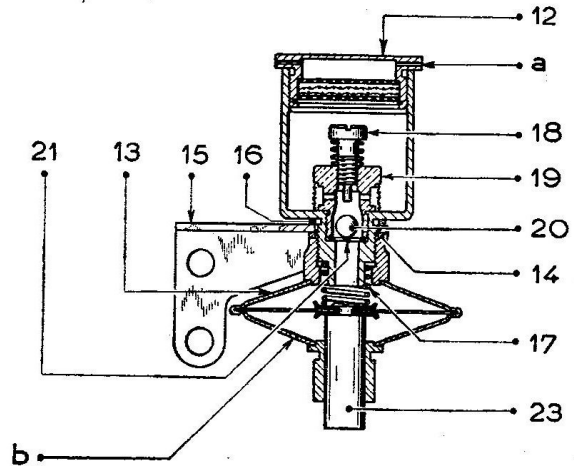

Fig. 10. Tomgangsbremsen 26 BCI.
Giv motoren gas og lad igen gasspjældet falde tilbage til tomgang. Mål den tid det varer, fra tomgangshastighedsskruen kommer i berøring med tomgangsbremsens stødstang, indtil denne når sin øverste stilling. Tiden skal være mellem 2 og 2,5 sekunder. Er dette ikke tilfældet, aftages bremsens dæksel, (12) i fig. 10, og der stilles på justerskruen (18). Når denne skrues indefter, forkortes tiden og omvendt.